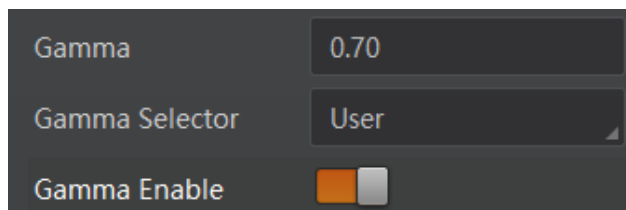

图7-31 User 模式
3. 在 *Gamma* 参数中输入需要设置的数值，参数范围为 0 ~ 4，如图 7-31 所示。